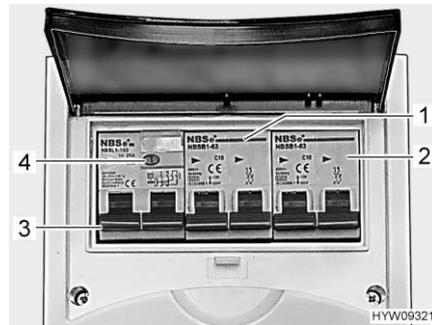

Fig. 114 Interruttore di sicurezza e interruttore automatico FI (scatola dei fusibili a 230 V)
Un interruttore di sicurezza per correnti di guasto (interruttore automatico FI) (Fig. 114,3) nella scatola dei fusibili protegge l'intero veicolo da correnti di guasto (30 mA).
L'interruttore di sicurezza collegato in serie (10 A) (Fig. 114,1) protegge le prese da 230 V, la centralina elettrica, il caricabatteria supplementare e il frigorifero.
Per veicoli con accessori opzionali, p. es. l'impianto di climatizzazione a tetto, un ulteriore interruttore di sicurezza (16 A) (Fig. 114,2) protegge l'apparecchio.
- Se il veicolo è collegato all'alimentazione a 230 V, premere il tasto di controllo (Fig. 114,4). L'interruttore di sicurezza per correnti di guasto (FI) deve scattare.